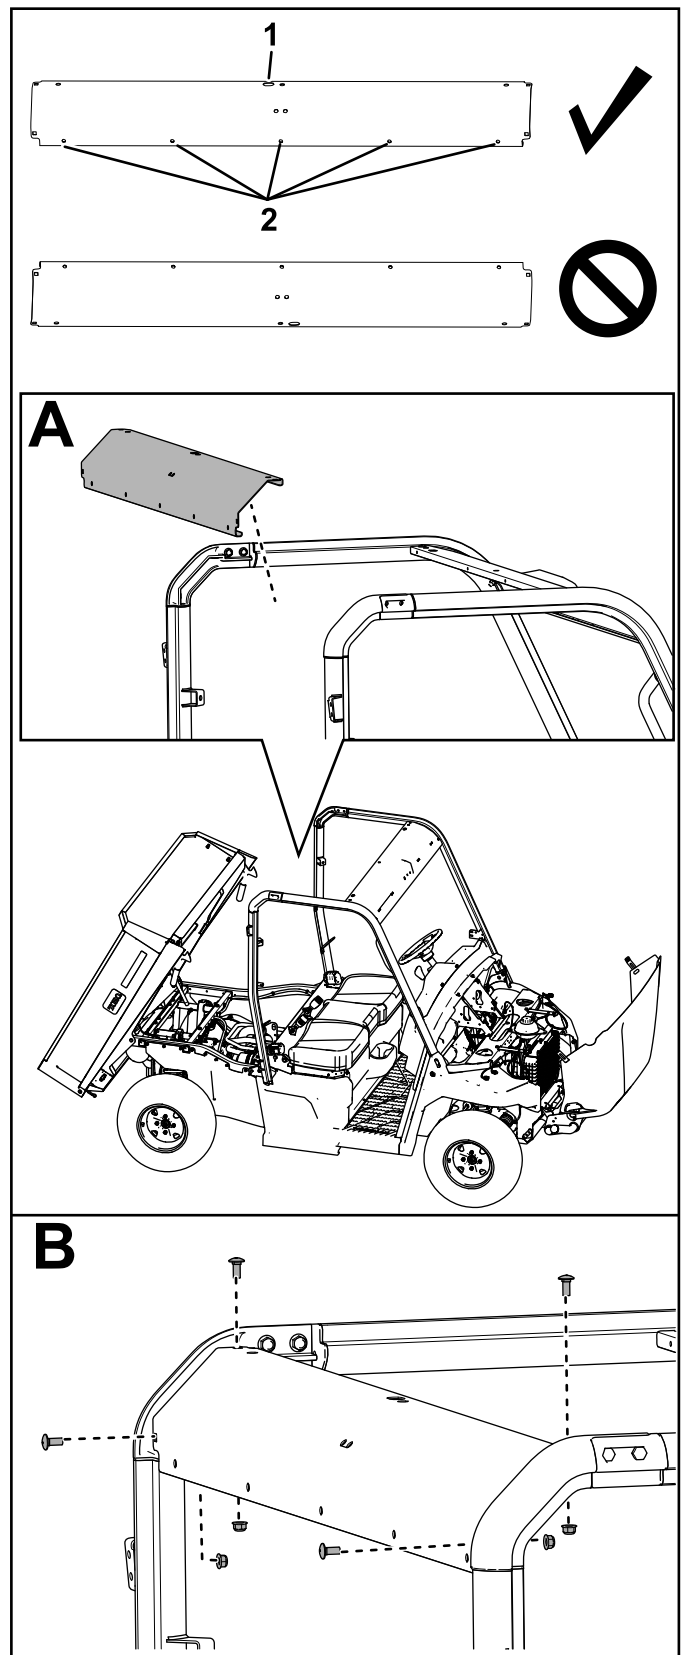

Figure 17
12. Fixez la barre transversale arrière aux barres arrière de l'arceau de sécurité à l'aide de 4 boulons de carrosserie (5/16" x 3/4") et 4 contre-écrous (5/16"), comme montré à la Figure 17.
Veillez à monter la barre transversale à la position indiquée à la Figure 17.